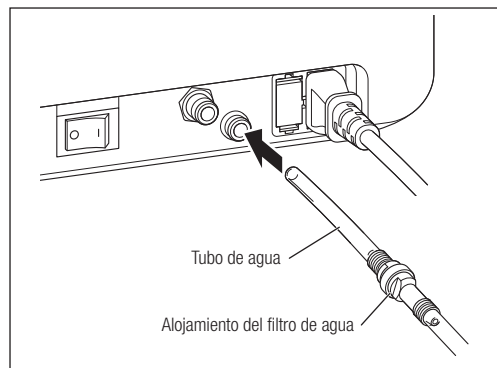

Fig. 10
- 1) Inserte un extremo del tubo de agua (el extremo con el filtro de agua) hasta el fondo del conector del tubo de agua (Fig. 10).